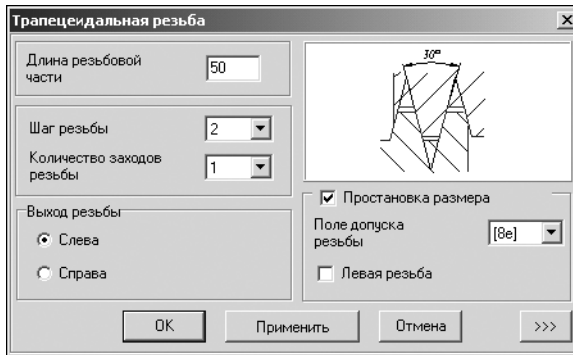

Рис. 4.14.
4. Укажите тип **Трапецидальная** и щелкните левой клавишей мыши. Откроется окно, предназначенное для ввода параметров резьбы (рис. 4.14).